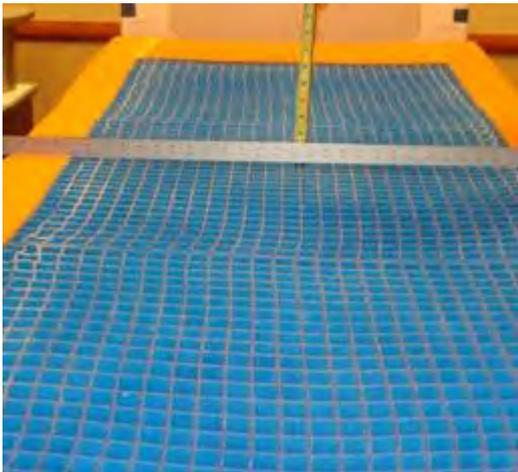

Abbildung 3-3: Linealpositionieren
5. Ein mindestens 88,9 cm langes Lineal im Sakralbereich (Patientensitzfläche) der Betaauflage quer über das Gel legen (Abbildung 3-3 auf Seite 3-17).